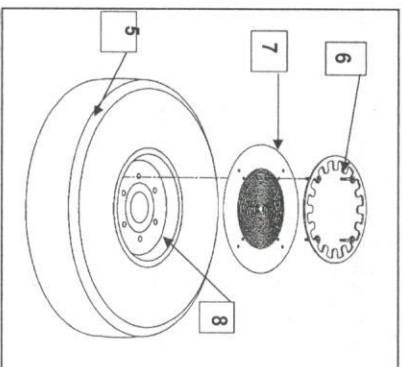

Fig.3
- Para comenzar, la rueda (5) a la que tiene que ser montado el anillo (6) debe ser desmontada (Fig. 3)
- Empujar la rejilla a lo largo de los 4 tornillos largos del anillo(6) y alinear el anillo en posición central respecto al borde del aro, en la abertura del cubo de la rueda y a todas las formas circulares de la rueda con la ayuda de los aros y de la rejilla. Esto se puede hacer en la parte externa o interna de la rueda (fig. 3).
- A este punto los agujeros son marcados, centrados y agujereados de 10.5 mm (fig. 3)